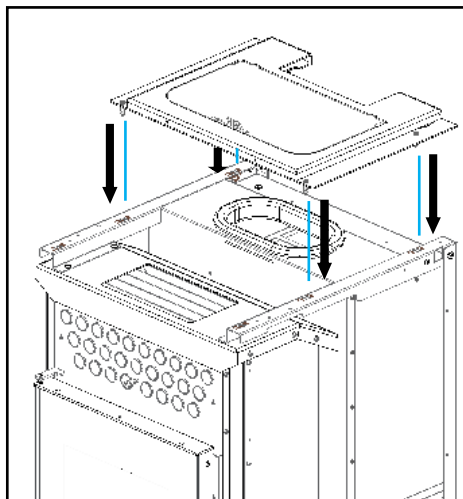

Figura 86 – Colocação do tampo superior
a) Colocar o tampo superior como demonstra a Figura 86. Para garantir que o tampo fica devidamente colocado, este contém quatro pinos na parte inferior que devem encaixar nas molas que se encontram na estrutura.